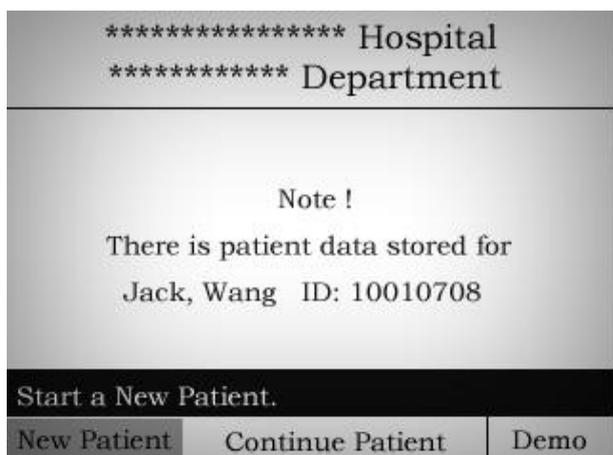
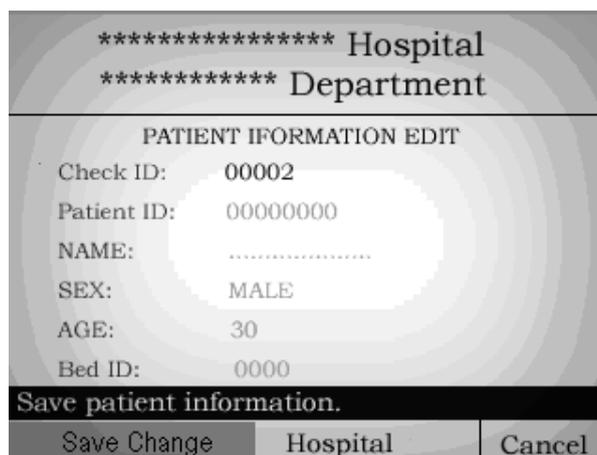

Figure 3.8
Figure 3.9
- Lorsque le moniteur a enregistré les patients, il affiche les informations sur le nom et le numéro du dernier patient. L'interface est illustrée à la figure 3.8. Si les médecins connectent un nouveau patient, sélectionnez «**New Patient**» à l'aide du bouton de commande et appuyez dessus pour modifier les informations. Les médecins sélectionnent «**Hospital**» et appuyent dessus pour modifier les informations. Enfin, les médecins sélectionnent respectivement «**Save Change**» pour enregistrer ces informations, comme indiqué à la figure 3.9. Une fois le nouveau patient connecté, le moniteur entre dans l'interface principale de suivi. Si le médecin souhaite annuler l'opération, il peut sélectionner «**Cancel**».